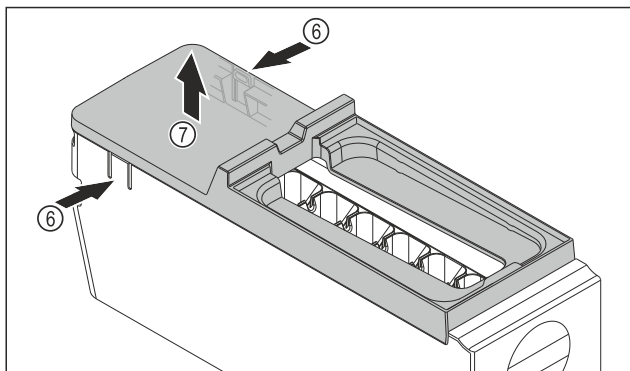

Fig. 173
- ▶ Снимите крышку корпуса EasyTwist-Ice: Надавите рукой на накладки Fig. 173 (6) с обеих сторон корпуса EasyTwist-Ice.
- ▶ Другой рукой снимите крышку Fig. 173 (7) по направлению вверх.